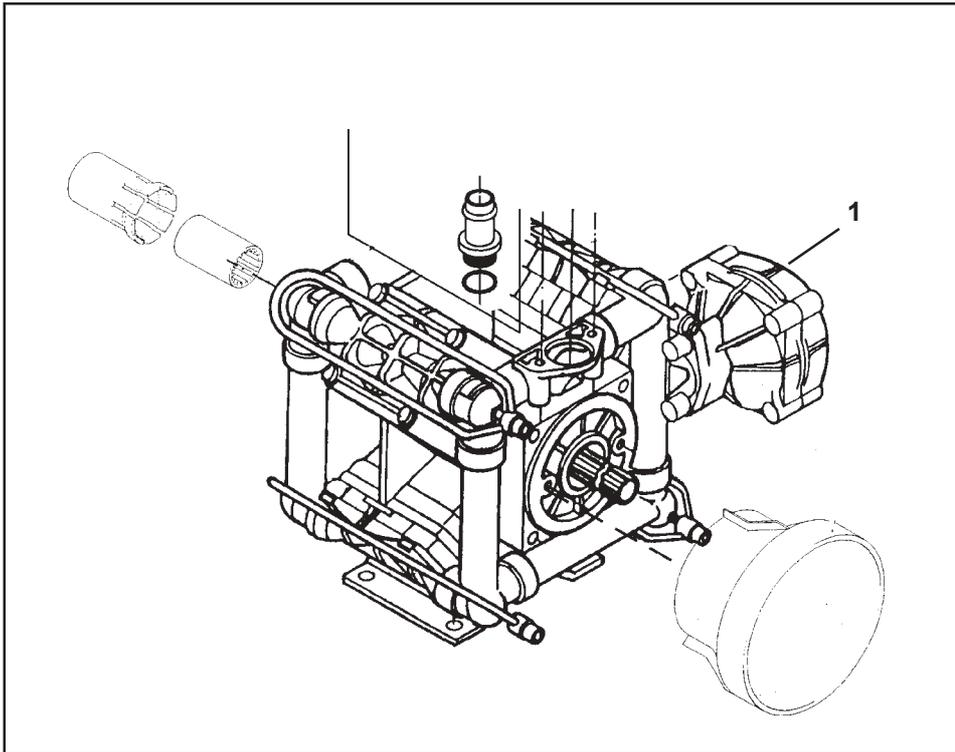
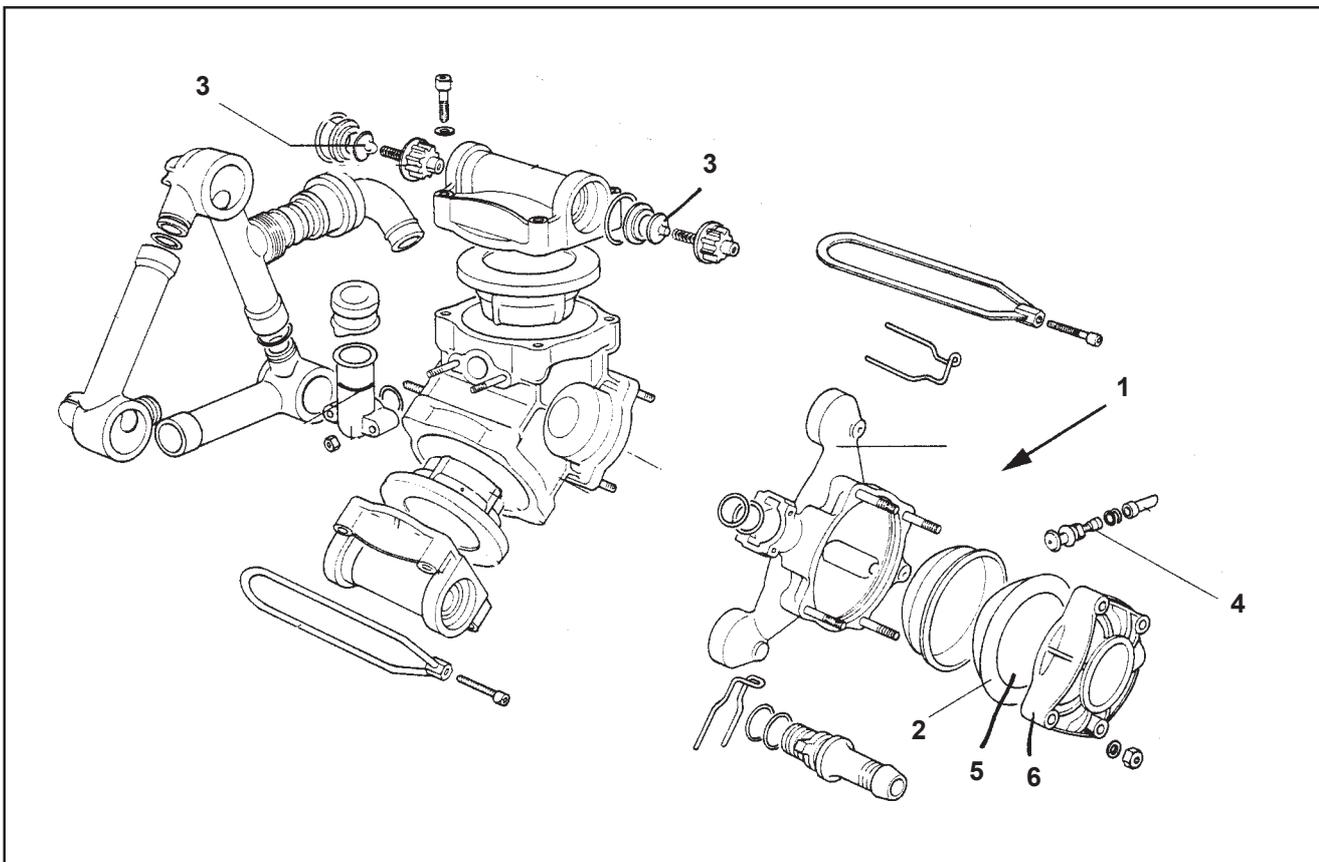

Fig. 9.4
Fig. 9.5
Die Ursache für das stoßweise fördern der Pumpe sind zu geringer Luftdruck im Druckspeicher (Fig. 9.4/ 1, 9.5/ 1) (nur Pumpe BP 105 bzw. BP 151), defekte Druckspeichermembrane (Fig. 9.5/ 2) oder abgenutzte oder durch Fremdkörper blockierte saug- und druckseitige Ventile (Fig. 9.5/ 3). Sichtbar wird dies durch Schwingen des Druckschlauchs und der Druckanzeige.
Der Druckspeicher (Fig. 9.4/ 1, 9.5/ 1) dient zum notwendigen Druckausgleich der beim Fördervorgang der Pumpe - durch die Hubbewegungen der Kolben - entstehenden Druckspitzen und somit zur Pulsationdämpfung.
Kontrollieren des Luftdruckes am Ventil (Fig. 9.5/ 4) mittels Luftdruckprüfer und ggf. entsprechend vorstehender Tabelle wie folgt korrigieren:
- Luftdruck erneut kontrollieren, ggf. korrigieren. Sinkt der Luftdruck in kürzester Zeit wieder ab, ist die Druckspeichermembrane (Fig. 9.5/ 2) defekt und wie folgt auszutauschen:
**Bei Montage der Membrane darauf achten, daß diese exakt in ihrem Sitz liegt und die offene Fläche (Fig. 9.5/ 5) der gewölbten Membrane in Richtung Druckspeicherdeckel (Fig. 9.5/ 6) weist.**
Bleiben die Symptome für die stoßweise Förderung der Pumpe auch nach Überprüfung des Luftdruckes im Druckspeicher - selbst bei nicht defekter Druckspeichermembrane - bestehen (**nur bei BP 105 und BP 151 möglich**), sind abgenutzte oder durch Fremdkörper blockierte saug- und/oder druckseitige Ventile (Fig. 9.5/ 3) die Ursache.